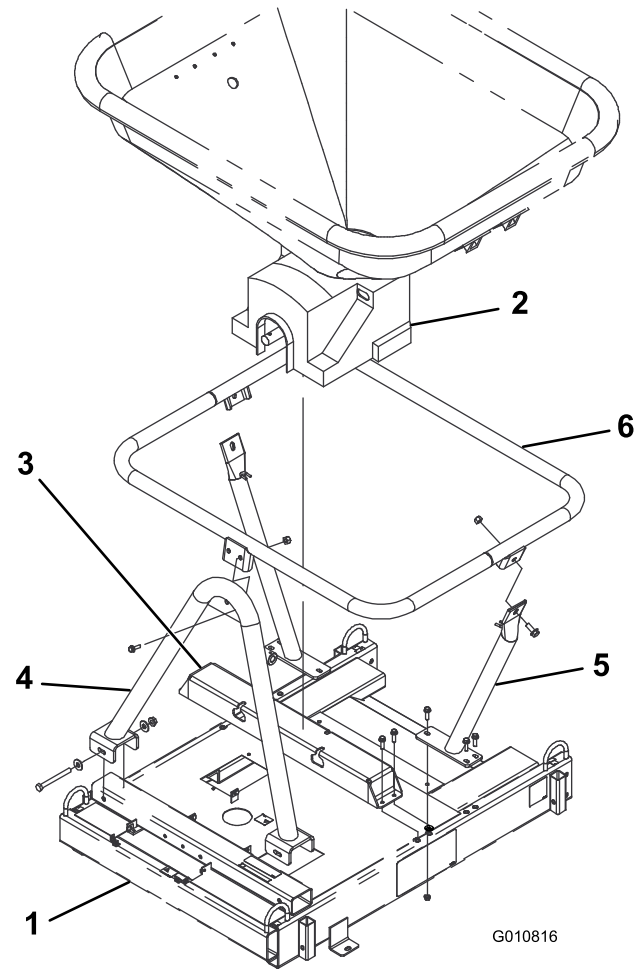

Figura 5
1. Monte la transmisión del esparcidor en el perfil de soporte (Figura 5) con 2 pernos (12 x 65 mm), 2 pernos (12 x 40 mm), y 3 contratuercas (12 mm), del kit de esparcidor opcional.
2. Monte provisionalmente el tubo de sujeción delantero en el perfil delantero de la base del esparcidor (Figura 5) con 2 pernos (1/2" x 5"), 4 arandelas (1/2") y 2 tuercas con arandela prensada (1/2").
3. Monte provisionalmente el tubo de sujeción trasero a los perfiles laterales y transversales de la base del esparcidor (Figura 5) con 3 pernos con arandela prensada (3/8" x 1 1/4") y 1 tuerca con arandela prensada (3/8").
5. Monte provisionalmente el armazón superior a los tubos de sujeción (Figura 5) con 4 pernos con arandela prensada (1/2" x 1 1/4") y 4 contratuercas (1/2").
2. Sujete el perfil de soporte y el esparcidor al armazón del esparcidor (Figura 5) con 4 pernos con arandela prensada ( $\frac{3}{8}$ " x  $1\frac{1}{4}$ " ) y 4 arandelas ( $\frac{3}{8}$ " ); apriete los pernos a 37–45 N m.